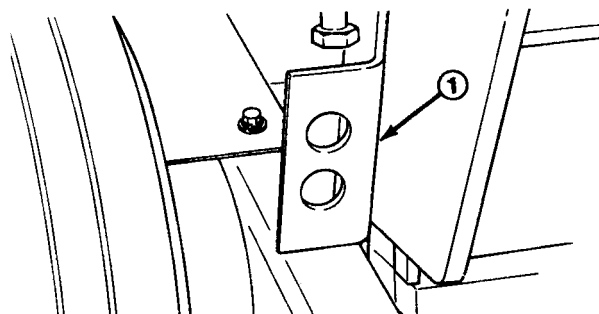

Figure 5
2. Mettre le levier de tête d'aération en position HAUT (UP) pour relever la tête d'aération.
3. Couper le moteur et relever les supports de verrouillage de part et d'autre du châssis (Fig. 5). Abaisser la tête d'aération jusqu'à ce qu'elle repose sur les supports.